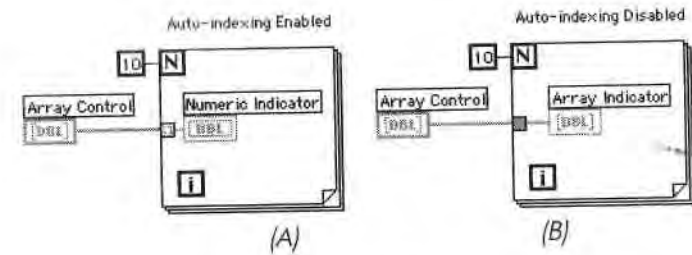

Рис. 7.7
Автоиндексирование применяется также в случаях, когда вы вводите массивыI в циклы. Если индексирование включено, как это показано в цикле (A) на рис. 7.7,1 то цикл будет переходить к следующему индексу массива при каждой итерации 1 (обратите внимание на уточнение проводника во время его вхождения в цикл).! Если же индексирование отключено, как показано в случае (B), то массив целиком передается в цикл.